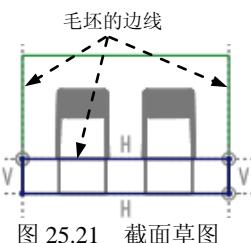

图 25.21 截面草图
(2) 绘制截面草图。进入草绘环境后，选取图 25.21 所示的毛坯边线和 **MAIN_PARTING_PLN** 基准平面为参考；绘制图 25.21 所示的截面草图（为一矩形）。完成截面的绘制后，单击“草绘”操控板中的“确定”按钮 **✓**。